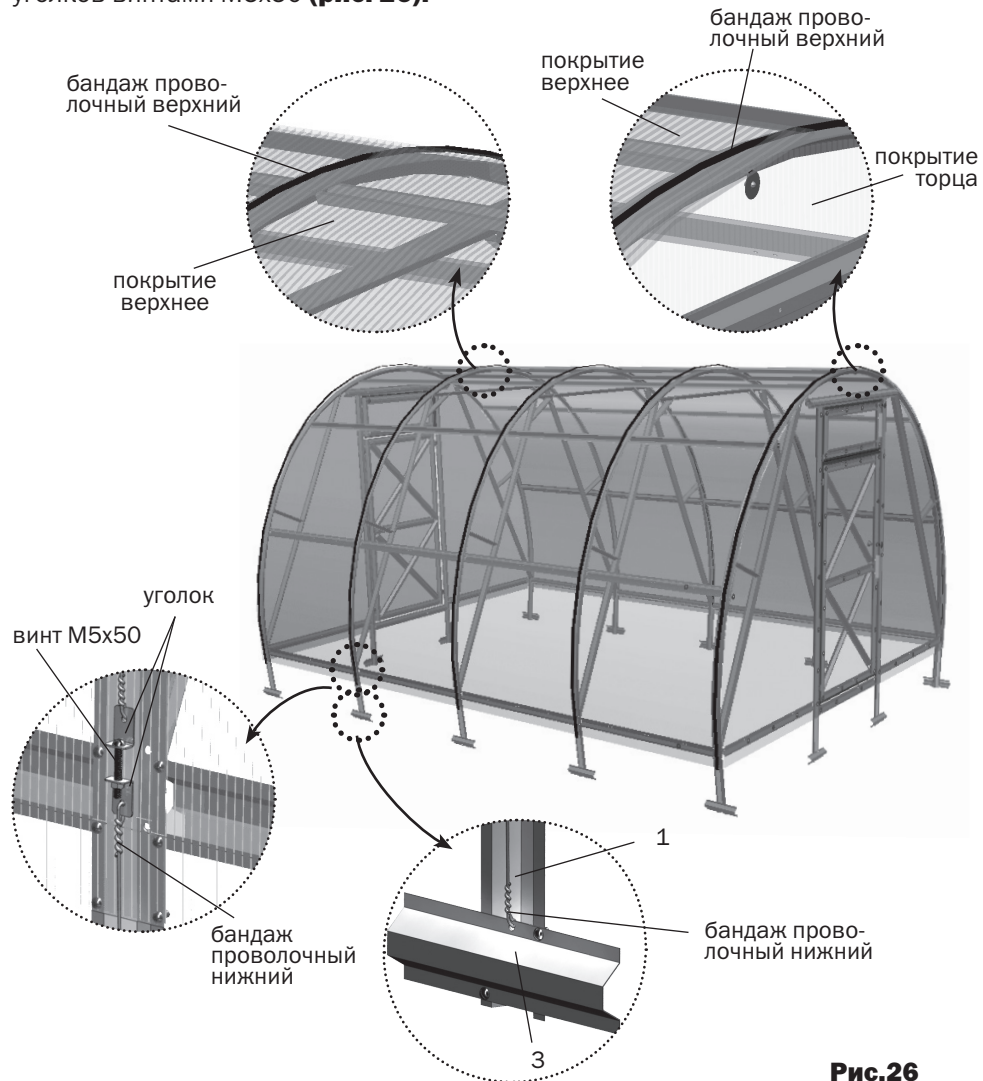

Рис.26
10. Листы поликарбоната заводятся на каркас теплицы и устанавливаются равными выступами за кромки дуг. Если боковые кромки поликарбоната существенно непараллельны кромкам дуг каркаса, то это означает каркас не выровнен перед затягиванием винтов и к этой операции следует вернуться. Последующие листы поликарбоната заводятся и устанавливаются с нахлестом на предыдущий лист. Проволочный верхний бандаж (6 м) устанавливается по дуге каркаса, начиная с середины каждого листа и стягивается с нижним бандажем с помощью уголков винтами М5х50 (**рис. 26**).